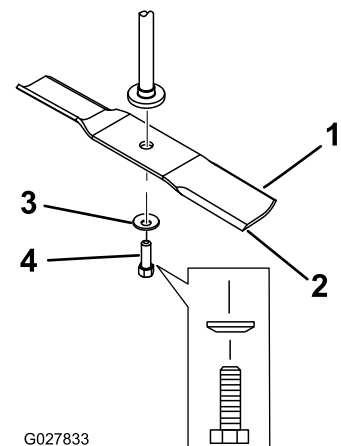

Figure 59
2. Enlevez le boulon, la rondelle bombée et la lame (Figure 59) de l'axe.
1. Placez la lame sur l'axe (Figure 59).
2. Montez la rondelle bombée (face concave vers la lame) et le boulon de lame (Figure 59).